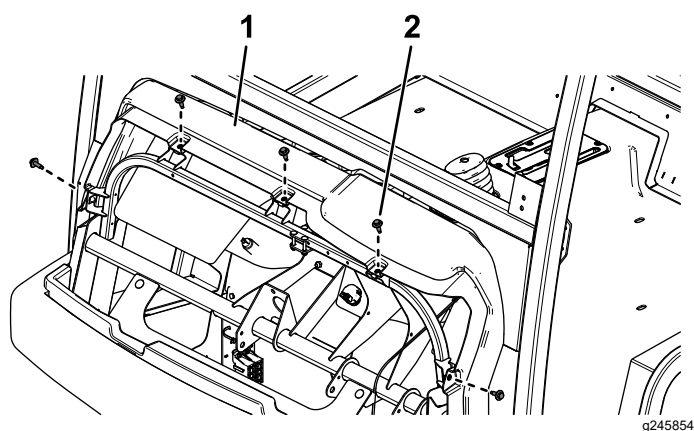

Figura 39
1. Îndepărtați cele 5 uruburi cu cap hexagonal i aibă de la plana de bord (Figura 39).